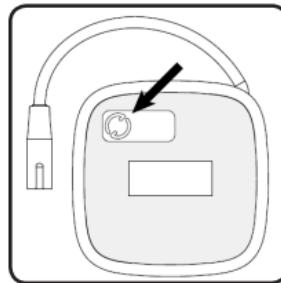

Figura 2: Active el EP pulsando el botón de la parte trasera del estimulador.
1. Pulse el botón de la parte trasera del EP (**Figura 2**). La luz verde próxima al botón comenzará a parpadear. La luz verde continuará parpadeando durante 90 segundos.
- Si no hay ninguna luz que parpadee al pulsar el botón, pulse de nuevo el botón. Confirme que está pulsando el botón, como muestra la **Figura 2**. Si no se ilumina nada después de varios intentos de pulsar el botón, no use este EP. Active un nuevo EP. Si la cuestión persiste después de usar un nuevo EP, póngase en contacto con Axonics.